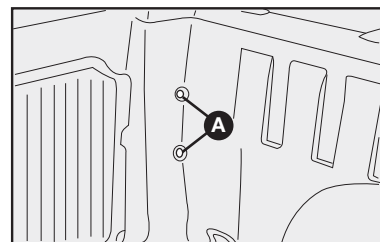

fig. 57
2) Utilizando un destornillador, saque los tornillos de fijación del portalámparas **A-fig. 57**, en el compartimiento de carga.